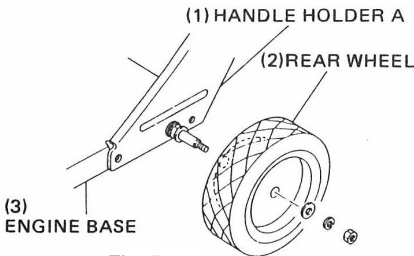

Fig. 5
- b. Um die Hinterräder einzurichten, entfernen Sie Muttern, Federscheiben und Beilagscheiben von der Hinterachse. Richten Sie die Hinterräder ein und befestigen Sie diese mit den Beilagscheiben und Muttern in derselben Reihenfolge (Abbildung 5).